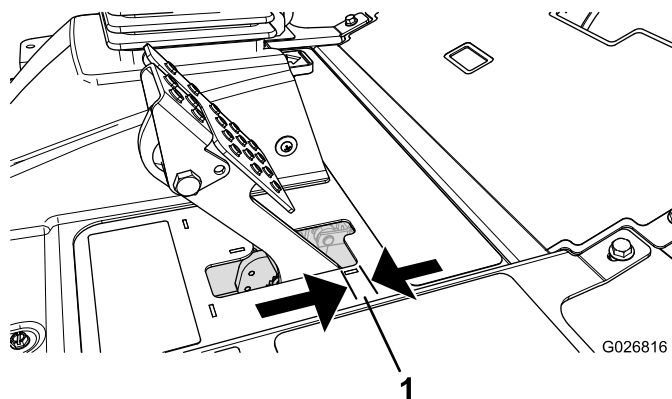

Figure 51
Régalez les freins si la garde à la pédale de frein est supérieure à 2,5 cm (Figure 51) ou si la force de maintien offerte est insuffisante. La garde est la distance parcourue par la pédale de frein avant que le freinage soit ressenti.
- Serrez l'écrou arrière afin de pouvoir déplacer le câble en arrière jusqu'à obtention d'une garde de 0,63 à 1,27 cm (Figure 51), avant le blocage de la roue.